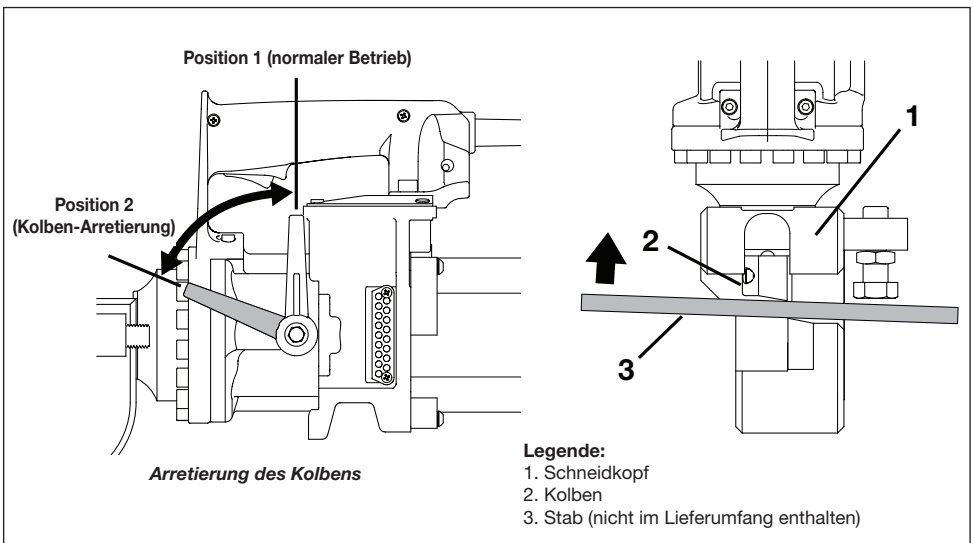

Abbildung 11, Manuelles Einfahren des Kolbens
Siehe die folgenden Schritte. Siehe Abbildung 11:
3. Bewegen Sie die Arretierung des Kolbens im Gegen-Uhrzeigersinn in Position 1. Siehe Abbildung 11.
4. Verwenden Sie einen starren Metallstab, um den Kolben manuell in das Schneidgerät zu drücken, bis dieser in die Ausgangsposition zurückgekehrt ist. Siehe Abbildung 11, Punkt 3. Damit sollten sich Schmutz oder sonstige Materialien lösen lassen, die verhindern, dass der Kolben im Normalbetrieb einfahren kann.
5. Bewegen Sie die Arretierung des Kolbens im Uhrzeigersinn vollständig in Position 1. Siehe Abbildung 11.
8. Reinigen Sie den freiliegenden Bereich des Kolbens. Entfernen Sie in diesem Bereich Späne, Splitter oder Schmutz. Siehe Abbildung 11, Element 1.